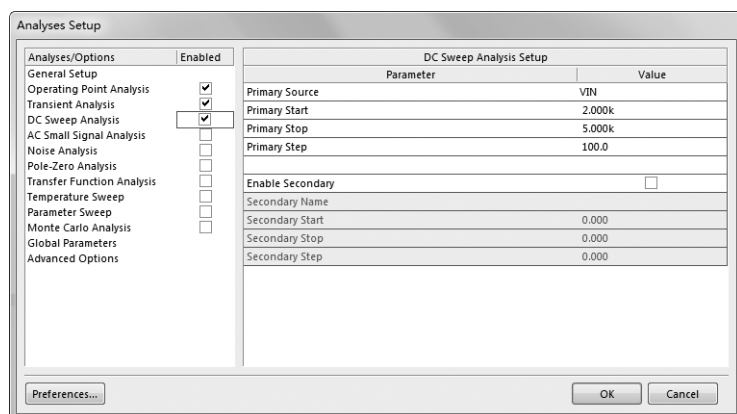

图 12-32 设置“DC Sweep Analysis”选项参数
- (3) 勾选“Analyses Setup (分析/选项)”列表框中的“DC Sweep Analysis (直流扫描分析)”复选框，设置“DC Sweep Analysis (直流扫描分析)”选项参数如图 12-32 所示。